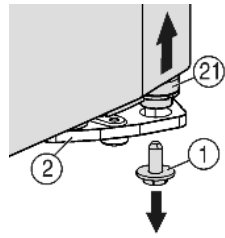
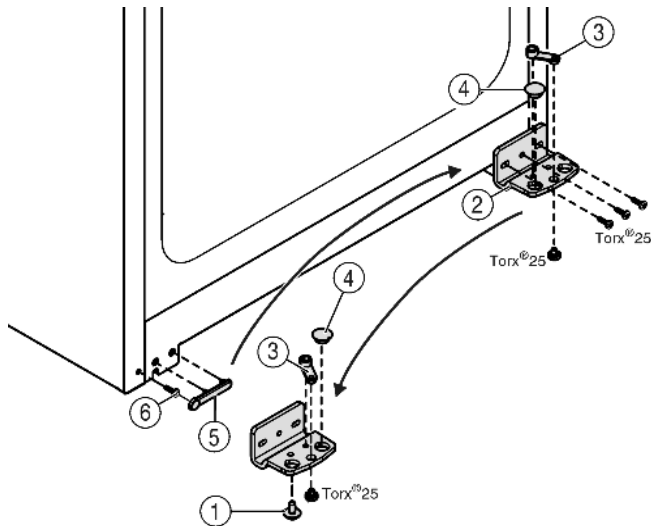

Fig. 4
Fig. 5
- ▶ Внизу справа на опорном кронштейне выкрутите фиксирующий винт Fig. 4 (1).
- ▷ Опорный палец Fig. 4 (21) можно извлечь из опорного кронштейна Fig. 5 (2).
- ▶ Если установочный винт Fig. 4 (21) не откручивается, его можно вынуть, нажав на него снизу.
- ▶ Открутите опорный кронштейн Fig. 5 (2).
- ▶ Открутите опорную деталь Fig. 5 (3) и, переставив в отверстие на противоположной стороне опорного кронштейна, снова прикрутите.
- ▶ Извлеките заглушку Fig. 5 (4) из опорного кронштейна и переставьте ее в отверстие на противоположной стороне опорного кронштейна.
- ▶ Осторожно снимите крышку со стороны ручки Fig. 5 (5).
- ▶ Выкрутите болт Fig. 5 (6) и вкрутите на противоположной стороне.
- ▶ Снова установите крышку Fig. 5 (5).
- ▶ Снова прикрутите опорный кронштейн Fig. 5 (2) на новой стороне шарнира (с моментом 4 Нм). При необходимости используйте аккумуляторный шурупверт.
- ▶ Вкрутите фиксирующий винт Fig. 4 (1) внизу в опорный палец и затяните (с моментом 4 Нм).